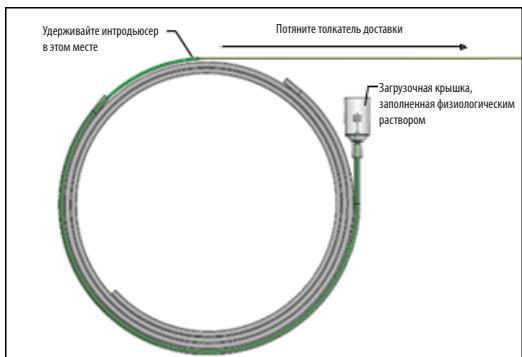

Рисунок 5. Потяните толкатель доставки в проксимальном направлении, чтобы оттянуть имплантат
- Одной рукой зафиксируйте зеленый интродьюсер, возьмите толкатель доставки и аккуратно потяните в проксимальном направлении, чтобы начать втягивать имплантат, см. рисунок 5.